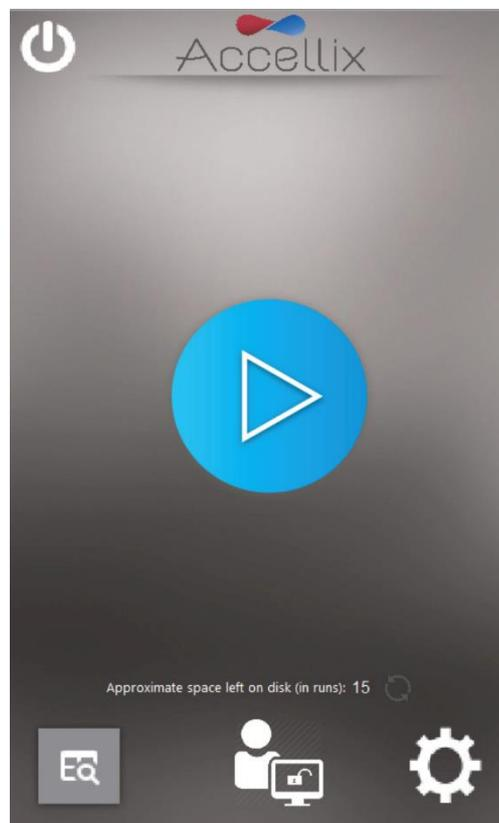

Abbildung 16: Bildschirm „Home“ (Start)
2. Überprüfen Sie, ob das System die Initialisierung erfolgreich abgeschlossen hat und ob der Bildschirm **Home** (Start) (Abbildung 16) oder der Bildschirm für die Benutzeranmeldung (Abbildung 5, wenn die Anmeldung aktiviert ist) auf dem Gerätebildschirm angezeigt wird.
Hinweis: Der auf der internen Festplatte des Geräts verfügbare freie Speicherplatz wird in Abhängigkeit von der Gesamtzahl der durchführbaren Assays angezeigt. Drücken Sie das Symbol „Refresh“ (Aktualisieren) (🔄) am unteren Rand des Displays, um diese Anzahl nach dem manuellen Löschen von Dateien (Abbildung 16) zu aktualisieren.
1. Tippen Sie auf das Symbol **Administrator**  in der unteren Mitte des Bildschirms **Home** (Start) (Abbildung 16).